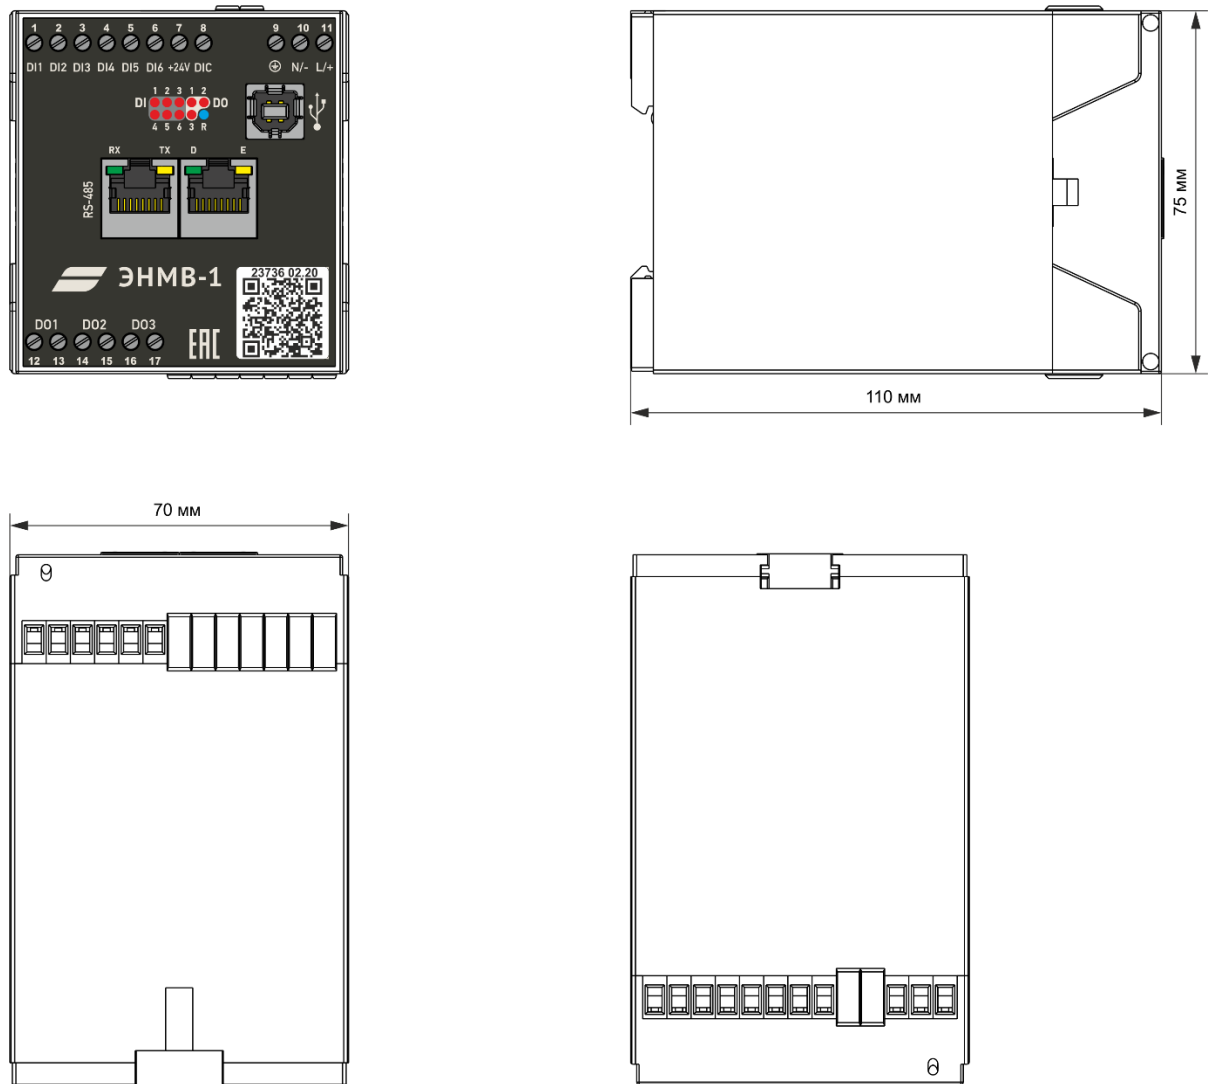

Рисунок 1.2. Габаритные размеры ЭНМВ-1-0/3R, ЭНМВ-1-6/3R
1.3.6 Габаритные размеры ЭНМВ-1-6/3R, ЭНМВ-1-0/3R приведены на рис. 1.2.